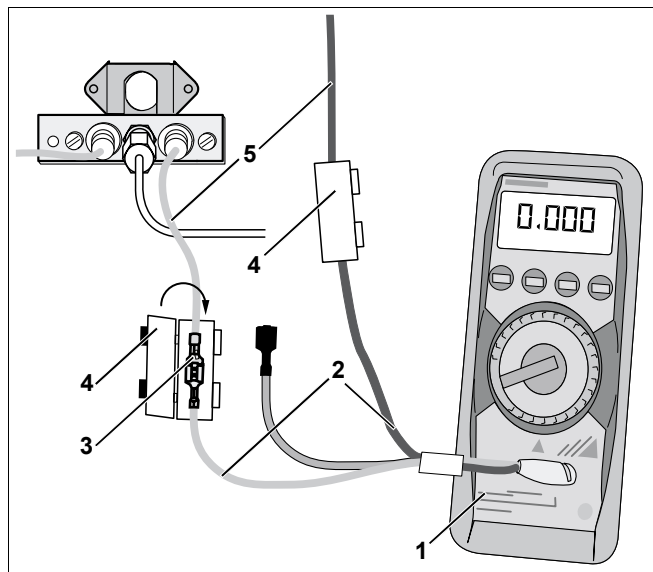

Рис. 12 Измерение тока ионизации
- Измерительный прибор (рис. 12, **поз. 1**) последовательно соединить с контактами снятого штекерного соединения контрольного кабеля (рис. 12, **поз. 3**).
- Установить контактный предохранитель (рис. 12, **поз. 4**) на штекерное соединение.
- Выбрать на измерительном приборе (рис. 12, **поз. 1**) диапазон постоянного тока в  $\mu\text{A}$ .
- Вновь восстановить штекерное соединение контрольного кабеля (рис. 12, **поз. 3**).
- Установить контактный предохранитель (рис. 12, **поз. 4**) на контрольный кабель (рис. 12, **поз. 5**).